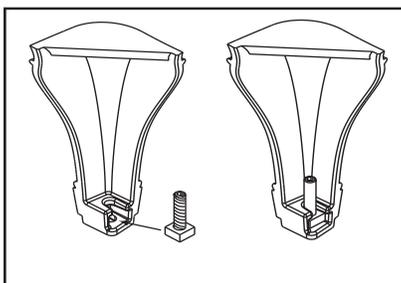
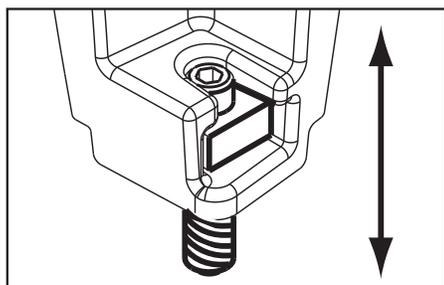

Figure 19.2
Figure 19.3 – Boulon entièrement allongé
2. Introduisez les écrous et boulons assemblés dans les rainures des pieds, les écrous étant placés en bas. **Figure 19.2.** Utilisez une clé de 3,96 mm (5/32 po). Pour monter et descendre les pieds, utilisez une clé Allen de 3,96 mm. **Figure 19.3**